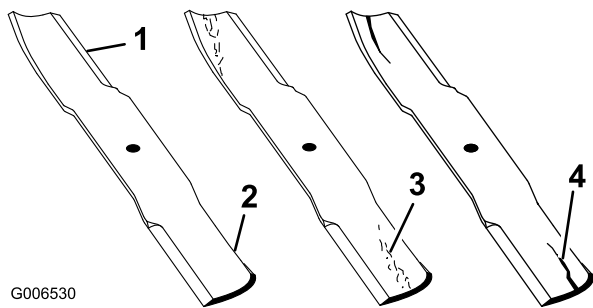

Figure 40
1. Examinez le tranchant des lames (Figure 40). Si elles ne sont pas tranchantes ou si elles présentent des indentations, déposez et affûtez les lames; voir Affûtage des lames.
2. Inspectez les lames, surtout la partie relevée (Figure 40). Remplacez immédiatement toute lame endommagée, usée ou qui présente une entaille (repère 3 de la Figure 40).